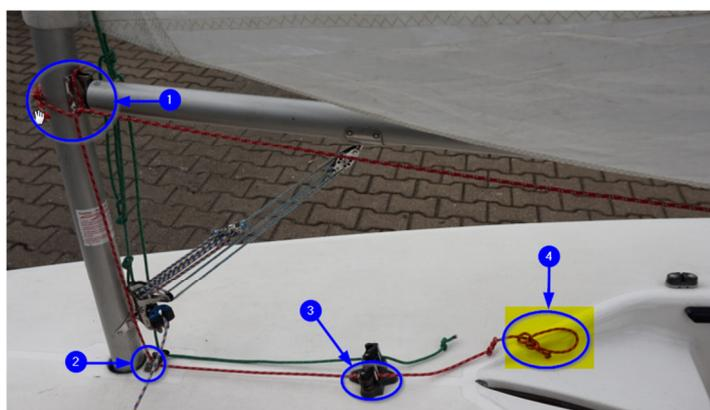

Abb. 23 – Durchführen durch die Curryklemme etc.
1. Anschließend den Unterliekstrecker nach achtern durch die Backbord Curryklemme führen und am Ende des Streckers einen Palstek mit einer Schlaufe als Griff binden. (vgl. **Abb. 23 – Punkt 3 und Punkt 4**).